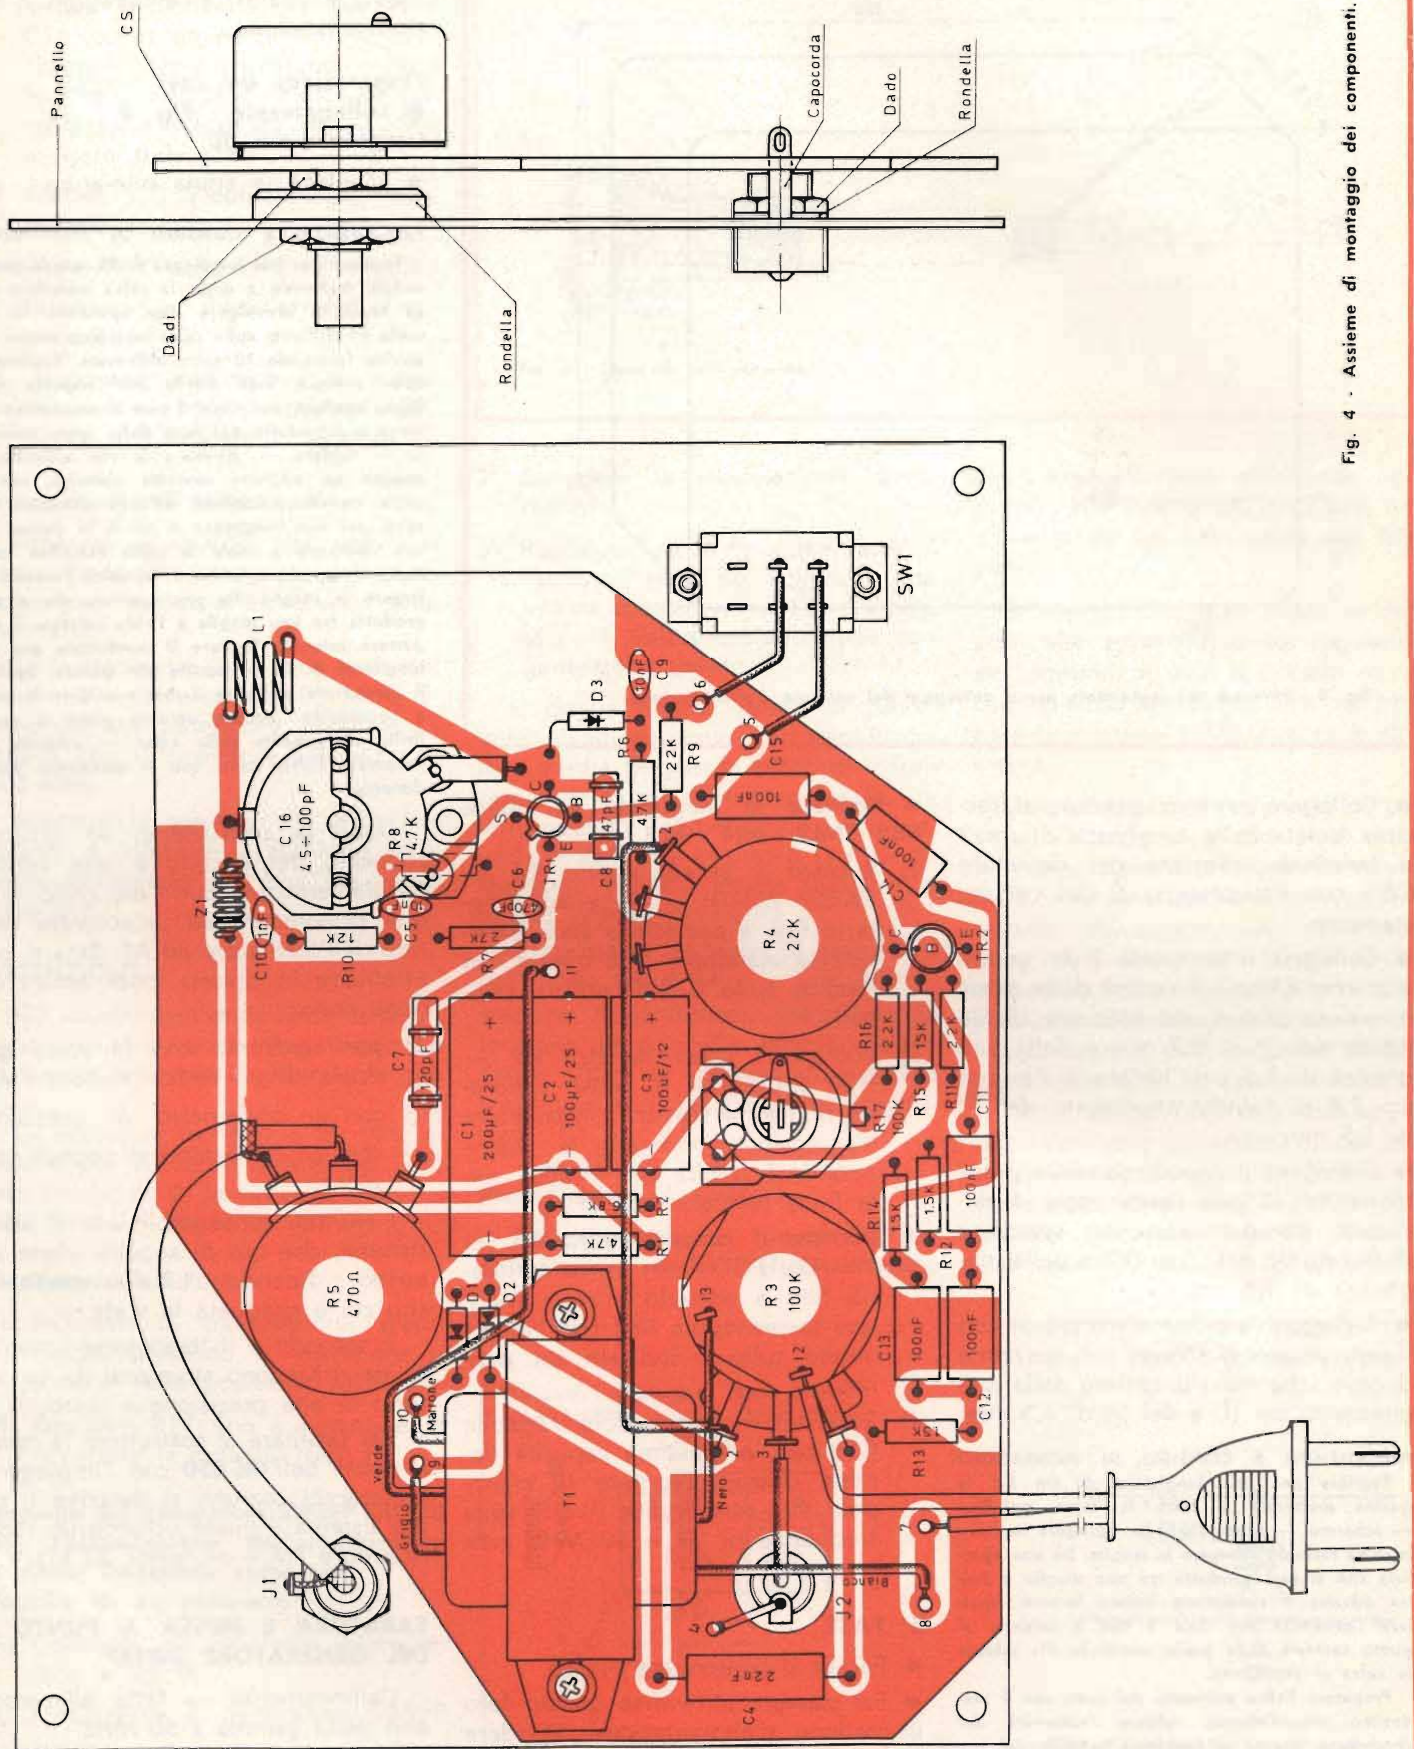

Fig. 4 - Asieme di montaggio dei componenti.
- Montare il trasformatore d'alimentazione orientandolo secondo il disegno (fig. 4) e fissandolo con due viti del  $\varnothing$  di 3 x 6 mm, rondelle e dadi.
### 2ª FASE - Cablaggio - Fig. 4
### 3a FASE - Pannello frontale Montaggio delle parti staccate - fig. 4.
- 1) Portare il condensatore variabile C16 con le lamine del rotore tutto aperto — capacità minima — fig 4 facendo coincidere l'indice di sintonia sulla frequenza di 50 MHz indicato sulla scala